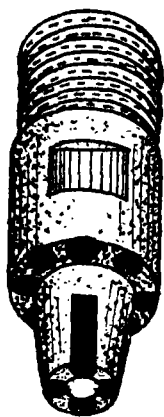

图9
8. 锥阶切铁钻头 主要用于切灭钻杆锁接手。构造如图 9 所示。钻杆断脱在孔内可能有多种情况, 有时两个锁接手夹挤在孔壁